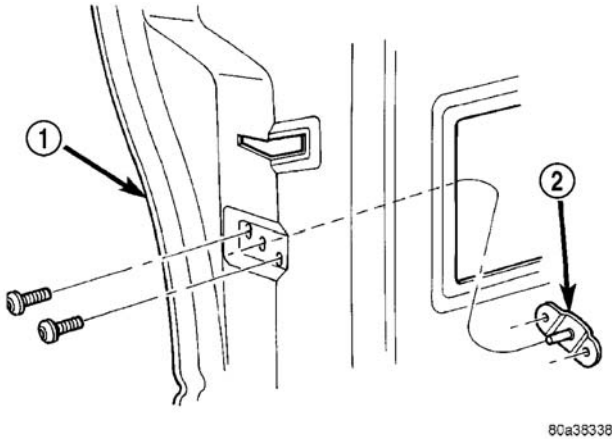

图 11 加油口盖阻挡锁闩碰舌
- (1) 卸下滑动门装饰衬板。
- (2) 根据需要卸下隔音板以接近碰舌。
- (3) 卸下将加油口盖碰舌固定到滑动门后尾框的螺钉（图 11）。
- (4) 将加油口盖阻挡锁闩碰舌拆离车辆。